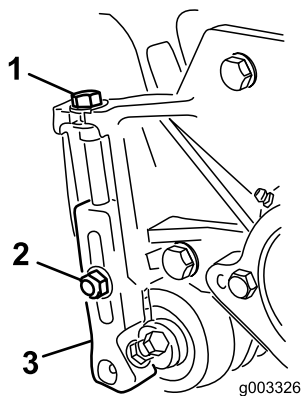

Figura 23
1. Afloje las contratueras que fijan los brazos de altura de corte a las chapas laterales de la unidad de corte (Figura 23).